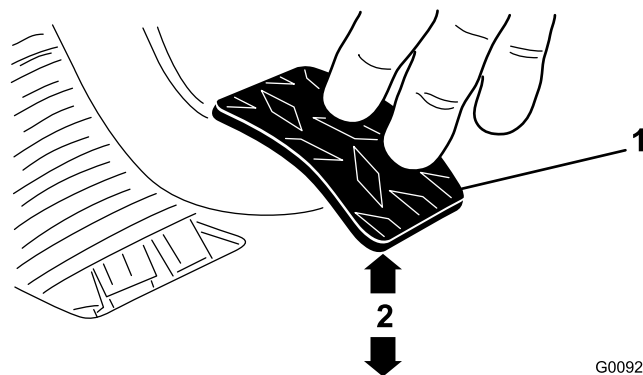

Figura 69
3. Regolate i controdadi o il giunto a sfera fino a quando, applicando sul pedale una forza di 1,8 kg, il bordo inferiore posteriore del pedale della frizione si trova a una distanza di $9,5 \pm 0,3$ cm dalla superficie con motivo a rombi del pianale del veicolo (Figura 69).